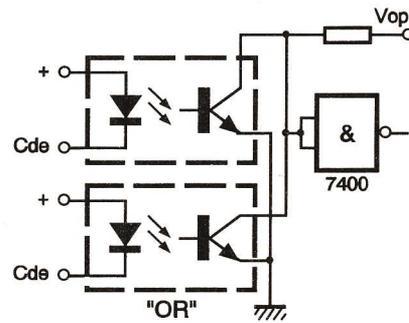

Fig 4
■ Porte « OU » (fig. 4). Les deux phototransistors sont câblés afin d'obtenir ce type de porte.